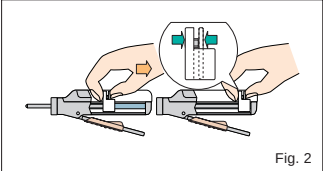

Fig. 2
- a) Accertarsi che il pistone sia completamente ritratto nel dispenser. (Fig. 2)
- Asegúrese de que el pistón está completamente replegado dentro del aplicador. (Fig. 2)